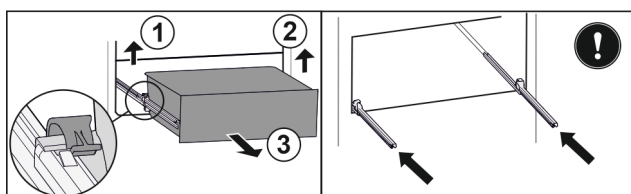

Fig. 33
- ▶ Podnieść lewy zacisk i wysunąć jednocześnie szufladę po lewej do przodu Fig. 33 (1).
- ▶ Podnieść prawy zacisk i wysunąć jednocześnie szufladę po prawej do przodu Fig. 33 (2).
- ▶ Wyjąć szufladę do przodu Fig. 33 (3).